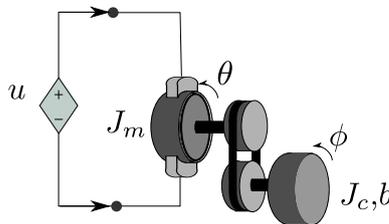

Figura 1 – Representação esquemática de um servomecanismo.
1. Considere o servomecanismo da Figura 1. Considere que u é a tensão externa que alimenta o motor